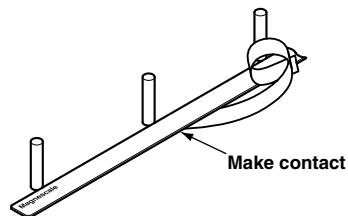

Fig. 6
- 剥離紙を平行ピンの間隔分はがします。(図6)
- Peel off the backing paper to the position where the next parallel pin is reached. (Fig. 6)
- Ziehen Sie das Schutzpapier bis zu der Position des nächsten Parallelstifts ab. (Abb. 6)